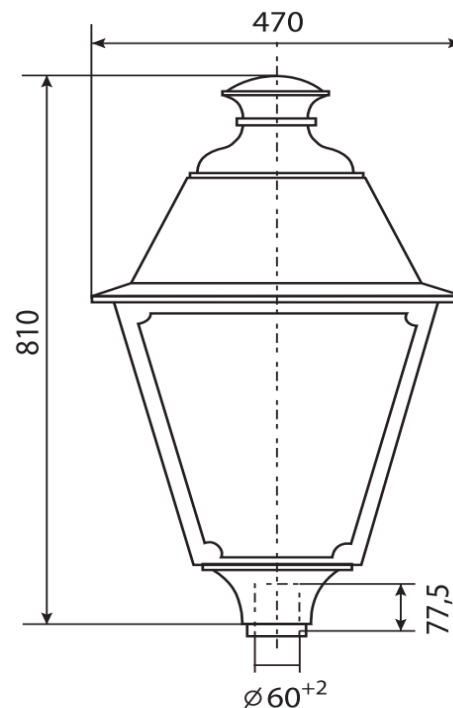

Рисунок 1
2.1 Светильники торшерные серии GALAD Светлячок LED (рисунок 1) предназначены для функционально-декоративного освещения парков, скверов, бульваров, зон отдыха, территорий микрорайонов, коттеджных поселков.